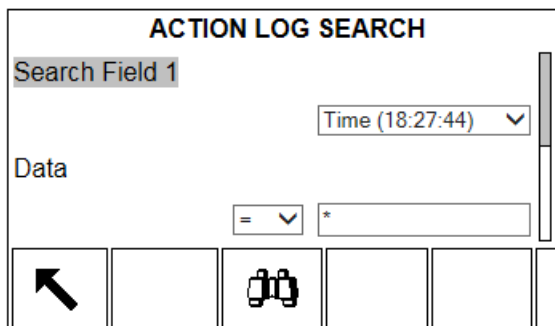

Figura A-1: Pantalla de búsqueda del registro de acciones
3. Presione la tecla programable VER TABLA  mostrada en la parte inferior de la pantalla. Se visualiza la pantalla de búsqueda (Figura A-1).